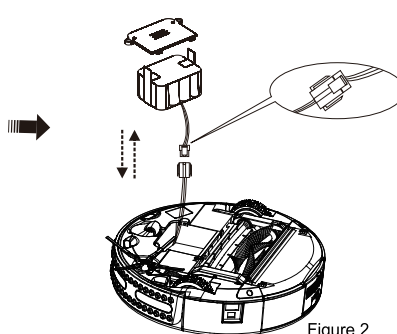

Figure 2
2. Соедините два терминала во время установки батареи. (См. Рисунок 2)